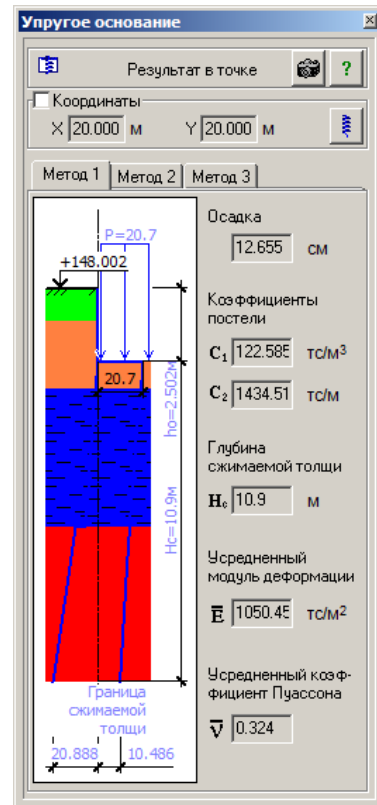

Рис.11.7.1. Плавающее окно **Результат в точке**
- В открывшемся плавающем окне **Результат в точке** (рис.11.7.1) выполните следующие действия:
В плавающем окне **Результат в точке** (рис. 11.7.1) будут приведены значения параметров в указанной произвольной точке, полученные в результате расчета.